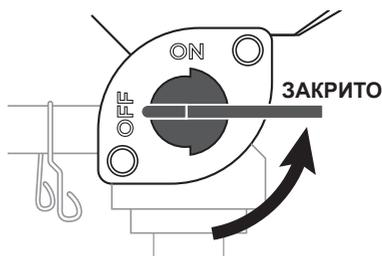

Рисунок 7
4. Закройте топливный кран (рис. 7)